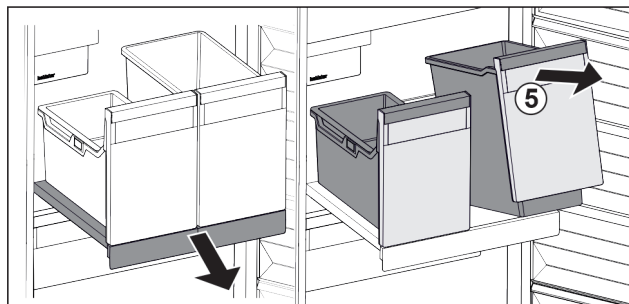

Fig. 100
- Løft beholderen Fig. 100 (5) foran.